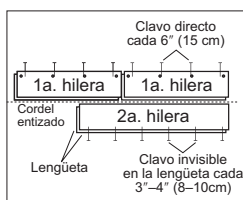

Figura 7
- Use las tablas más largas y rectas disponibles para las dos primeras hileras. Para productos con anchos aleatorios y alternados, use el tablón más ancho para la primera hilera. Alinee la lengüeta de la primera hilera con el cordel entizado. La ranura debe mirar hacia el muro inicial. Perfore un orificio de 1/2" (13 mm) desde el borde posterior (ranura), a 1"-2" (2.5-5 cm) de cada extremo, y a intervalos de 6" (15 cm) siempre que sea posible (Figura 7). Fíjelos usando clavos de terminación 4 o 6d o clavos o clavitos de acabado neumáticos 1" (2.5 cm). Encaste los clavos.